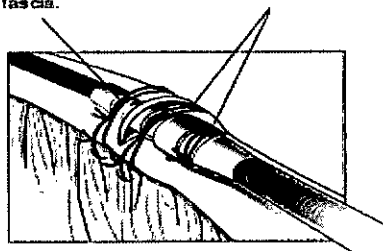

Figura 9. Uso del manguito con la técnica de incisión venosa.
1. Deslice el manguito de sutura dentro de la vena hasta pasar el surco más distal. Ligue la vena alrededor del manguito de sutura para lograr la hemostasia. Seguidamente, utilice el mismo surco para fijar el cable y la vena a la fascia adyacente (Figura 9).